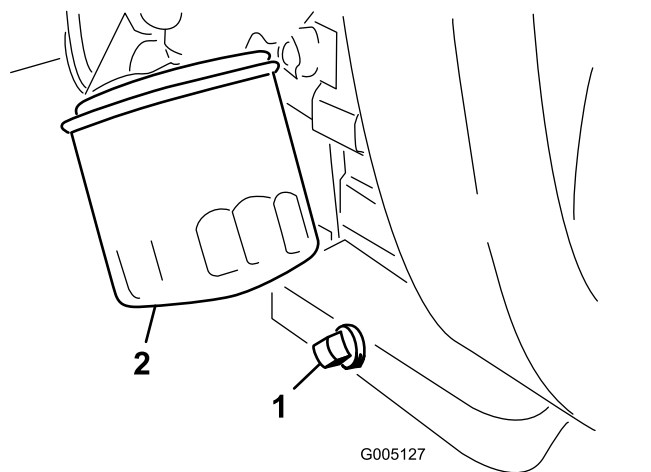

図 40
1. ドレンプラグ 図 40 を外してオイルを容器に受ける。
2. ドレンプラグのねじ山をきれいにして PTFE シーラントを巻き付ける 図 40。
3. オイルフィルタ 図 40 を外す。